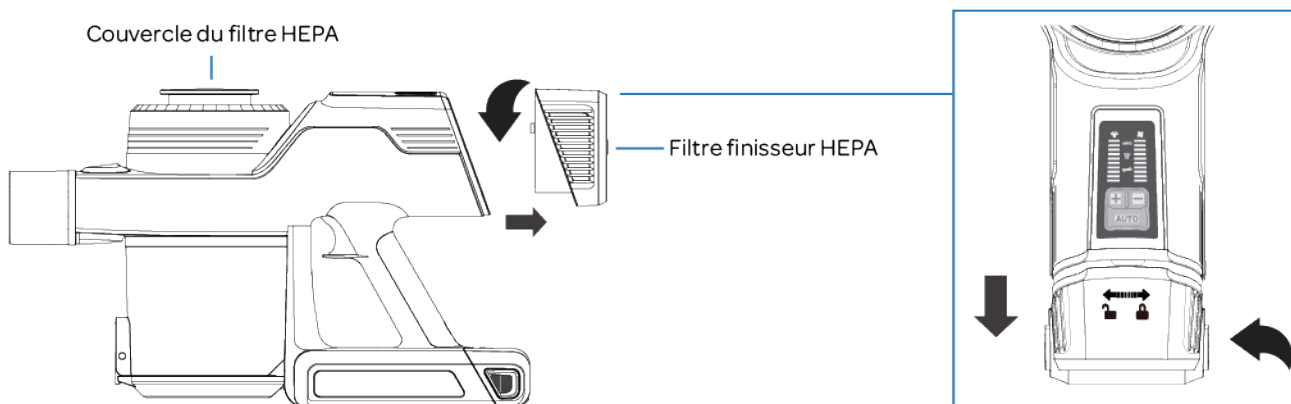

Figure 12
2. Tourner le couvercle du filtre finisseur HEPA vers la gauche pour le déverrouiller et le libérer du corps de l'aspirateur (Figure 12).